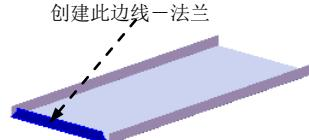

图 17.9.14 创建边线—法兰 3
Step4. 创建图 17.9.14 所示的边线—法兰 3。
(1) 选择命令。选择下拉菜单 **插入(I)** → **钣金(B)** → **边线法兰(E)...** 命令，系统弹出“边线法兰”对话框。